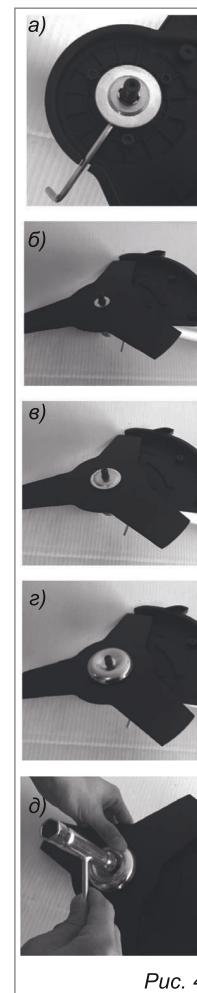

Рис. 4
1. Снимите дополнительный защитный кожух, если он установлен. Должен оставаться только основной защитный кожух. (Рис. 4а)
2. Вставьте монтажный штифт через приемную шайбу в выемку конической передачи. Прокрутите вал до попадания штифта в передачу. Приводной вал будет заблокирован. (Рис. 4а)
3. Установите нож. Соблюдайте правильное направление вращения ножа. Направление стрелок вращения, расположенных на ноже и на защитном кожухе должны совпадать. (Рис. 4б)
4. Установите шайбу. (Рис. 4в)
5. Установите защитный диск (Рис. 4г)
6. Сильно затяните гайку с помощью ключа против часовой стрелки. (Рис. 4д)